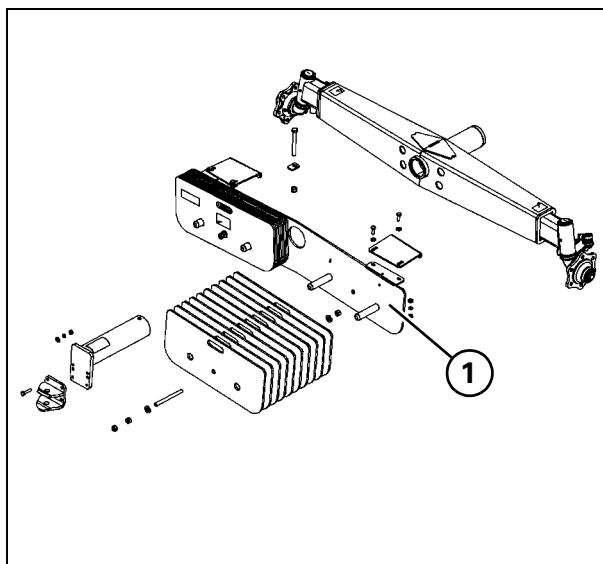

Рис. 16
- Балластные грузы на заднюю ось (Рис. 16). Дисковые балластные грузы устанавливаются на опоре (1).